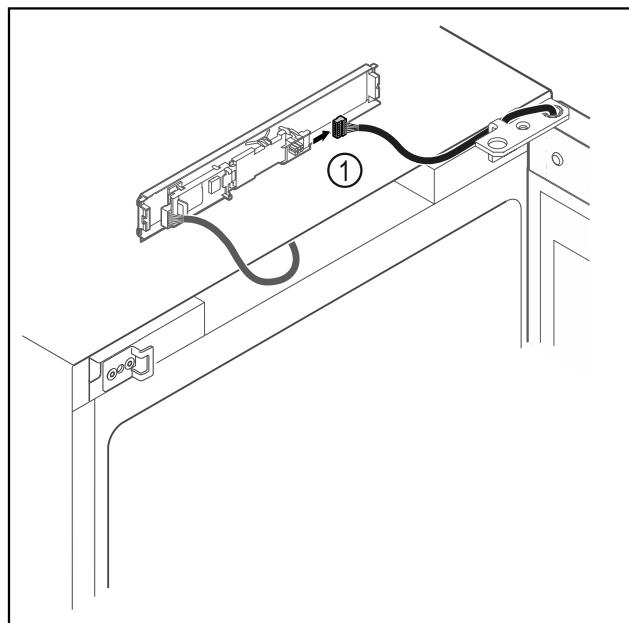

Fig. 10
- ▶ Stecker Fig. 10 (1) von Platine abstecken.